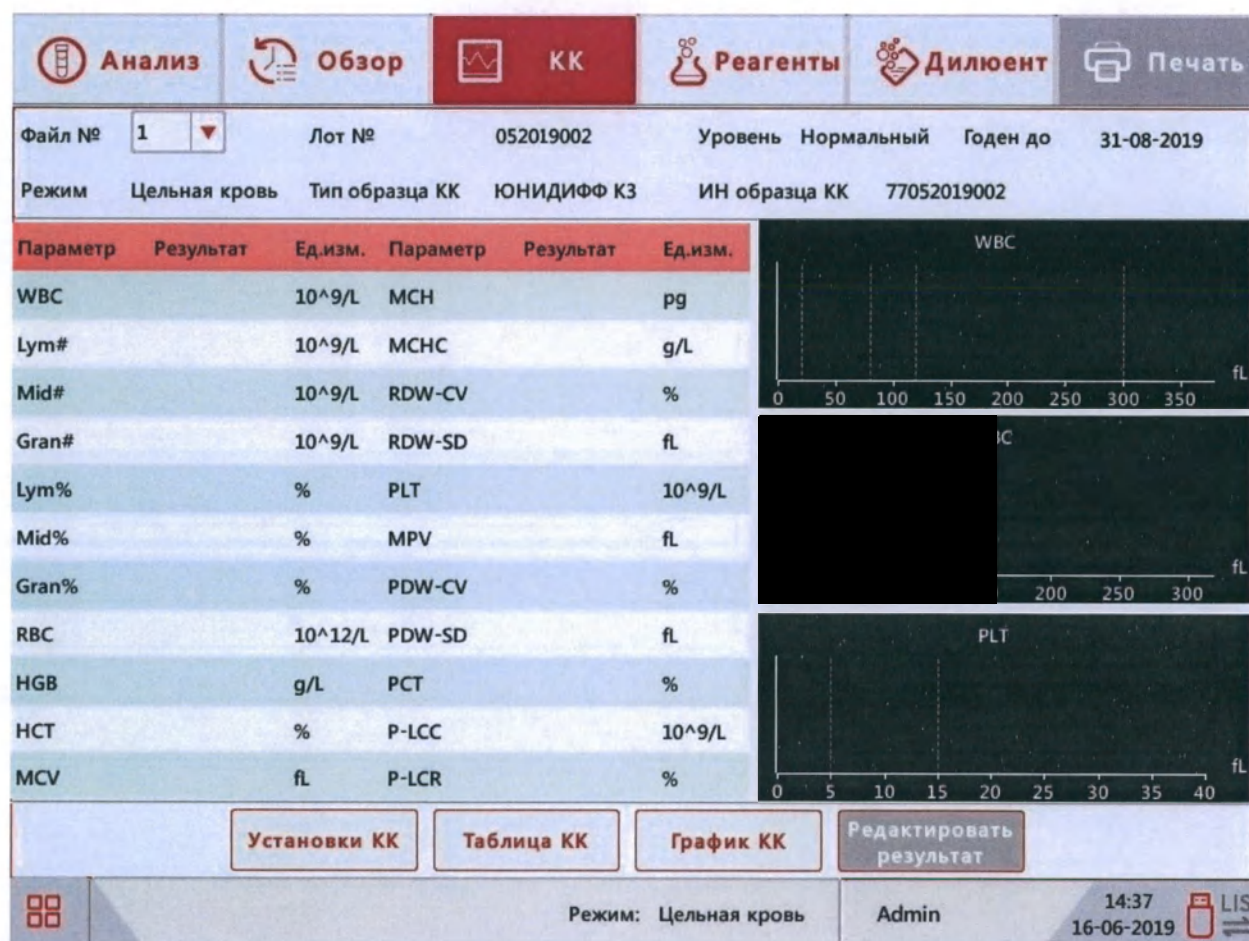

Рис.7.2-4 Экран анализа контрольных образцов
- 1) Войдите в пункт анализа контролей «**КК → L-J КК → Анализ КК**» в системном меню анализатора (Рис.7.2-4):
- 5)** Когда выполнение анализа КК будет завершено, его результаты отобразятся на текущем экране анализа контрольных образцов (Рис.7.2-4) и автоматически сохранятся в выбранном файле КК.
Войдите в экран анализа контрольных образцов (Рис.7.2-4) и нажмите кнопку «График КК»:
Войдите в экран анализа контрольных образцов (Рис.7.2-4) и нажмите кнопку «Таблица КК»: